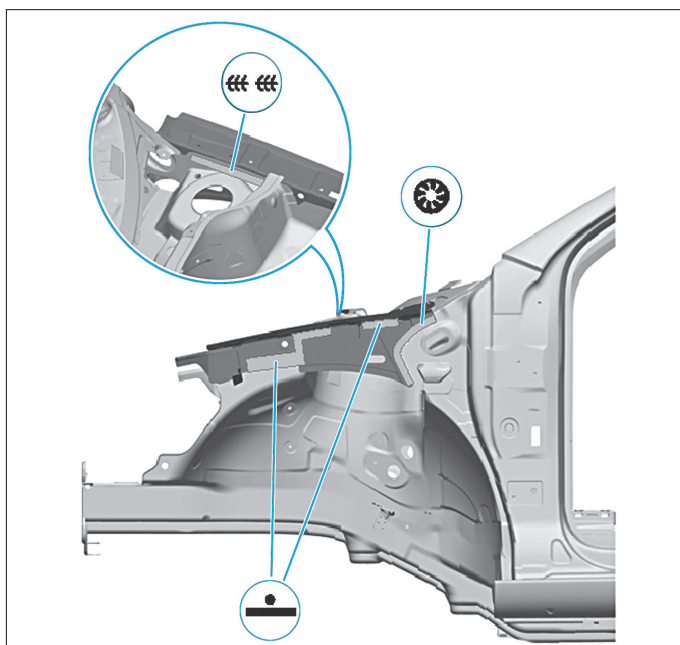

FIG. 16
- Souder le longeron du passage de roue en haut à l'intérieur sur le passage de roue à la pointeuse électrique et par bouchonnage (Fig.16).